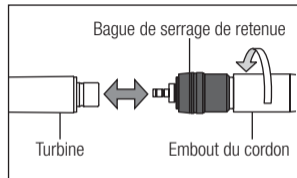

Fig. 3
- 1) Insérez le raccord dans le connecteur du cordon et serrez l'embout du cordon. (Fig. 3)